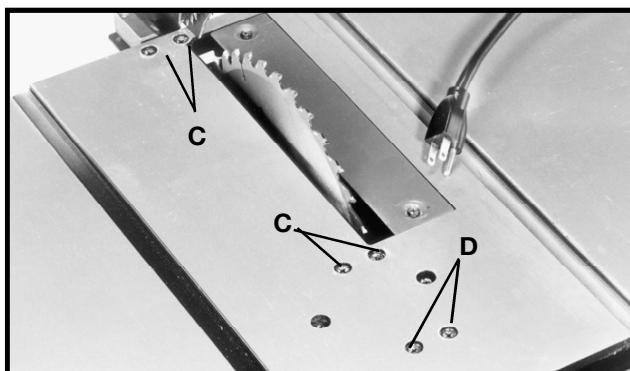

Fig. 43
6. Si les mesures (fig. 41 et 42) ne sont pas identiques à l'avant et à l'arrière, il est possible d'ajuster la lame. Commencer en desserrant les écrous sous les quatre vis (C) fig. 43, sur la table. Puis desserrer les vis (C). Déplacer soigneusement la lame de la scie jusqu'à ce qu'elle soit parallèle à la rainure du guide d'onglet. Puis serrer fermement quatre écrous sous la table ainsi que les quatre vis (C) fig. 43.